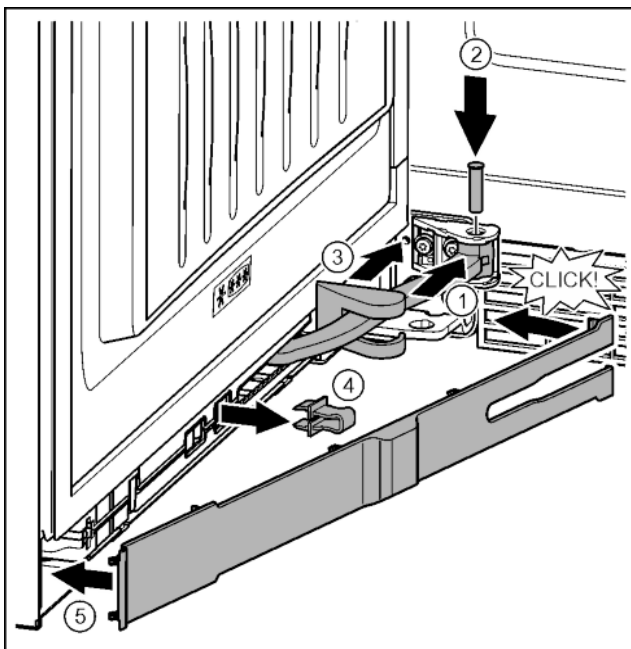

Fig. 39
- ▶ Gelenk in Aufhängung drehen. Fig. 39 (1)
- ▶ Bolzen mit einem Schraubendreher T15 in Aufhängung und Gelenk einsetzen. Dabei darauf achten, dass der Rastnocken korrekt in der Nut sitzt. Fig. 39 (2)
- ▶ Lagerbockabdeckung entlang des Gelenks schieben und über der Aufhängung montieren. Fig. 39 (3)
- ▶ Sicherung abnehmen. Fig. 39 (4)
- ▶ Blende griffseitig ansetzen und einschwenken. Fig. 39 (5)